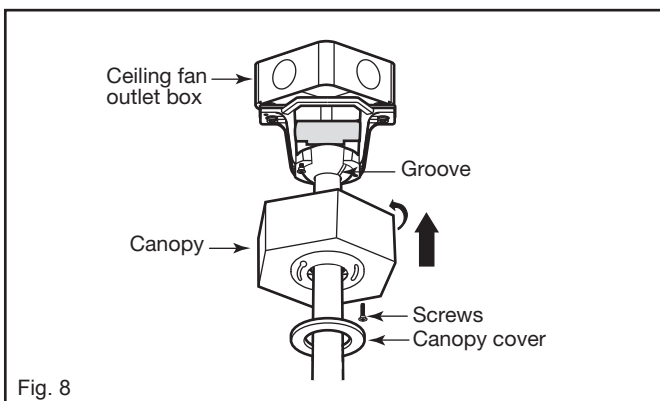

Fig. 8
Step 1. Tuck connections neatly into ceiling outlet box. (Fig. 8)
Paso 1. Meta las conexiones cuidadosamente en la caja de salida del techo. (Fig. 8)